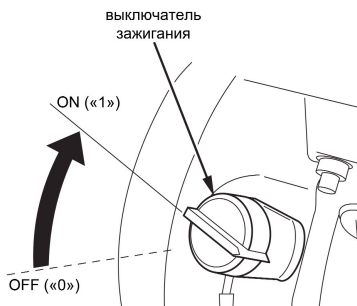

Рис. 10
- перевести выключатель зажигания в положение «ON» («1») (см. рис. 10)